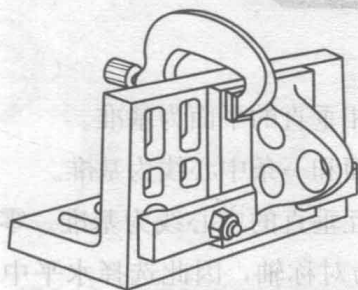

图1-9 角铁
⑪ 角铁（如图1-9所示）。它用铸铁制成，常与压板或C形夹头配合使用。装夹需要划线的工件时，可以用 90° 角尺对工件的垂直进行找正后，再用划线盘划线，可使所划线条与原来找正的直线或平面保持较好的垂直度。